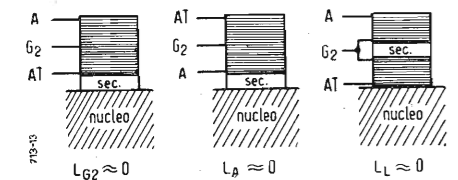
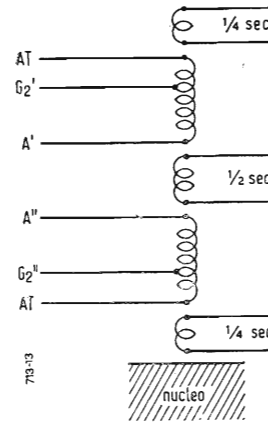

Fig. 11 - Sistema per ridurre le induttanze disperse.
Fig. 13 - Sistema semplificato di avvolgimento.
In fig. 11 sono rappresentati tre modi possibili di avvolgimento per ridurre le induttanze disperse; è consigliabile evitare il terzo tipo di avvolgimento
3) Il valore delle induttanze disperse (placca 1 - griglia schermo 1 e placca 2 - griglia schermo 2) e delle capacità fra placca, fra griglia schermo e massa, deve essere piccolo. In fig. 11 sono rappresentati due tipi di avvolgimento (serie e parallelo) da consigliarsi in questi tipi di trasformatore. La fig. 13 rappresenta un terzo tipo di avvolgimento che fornisce ottimi risultati per una potenza di 30 W unendo anche una certa semplicità di realizzazione.